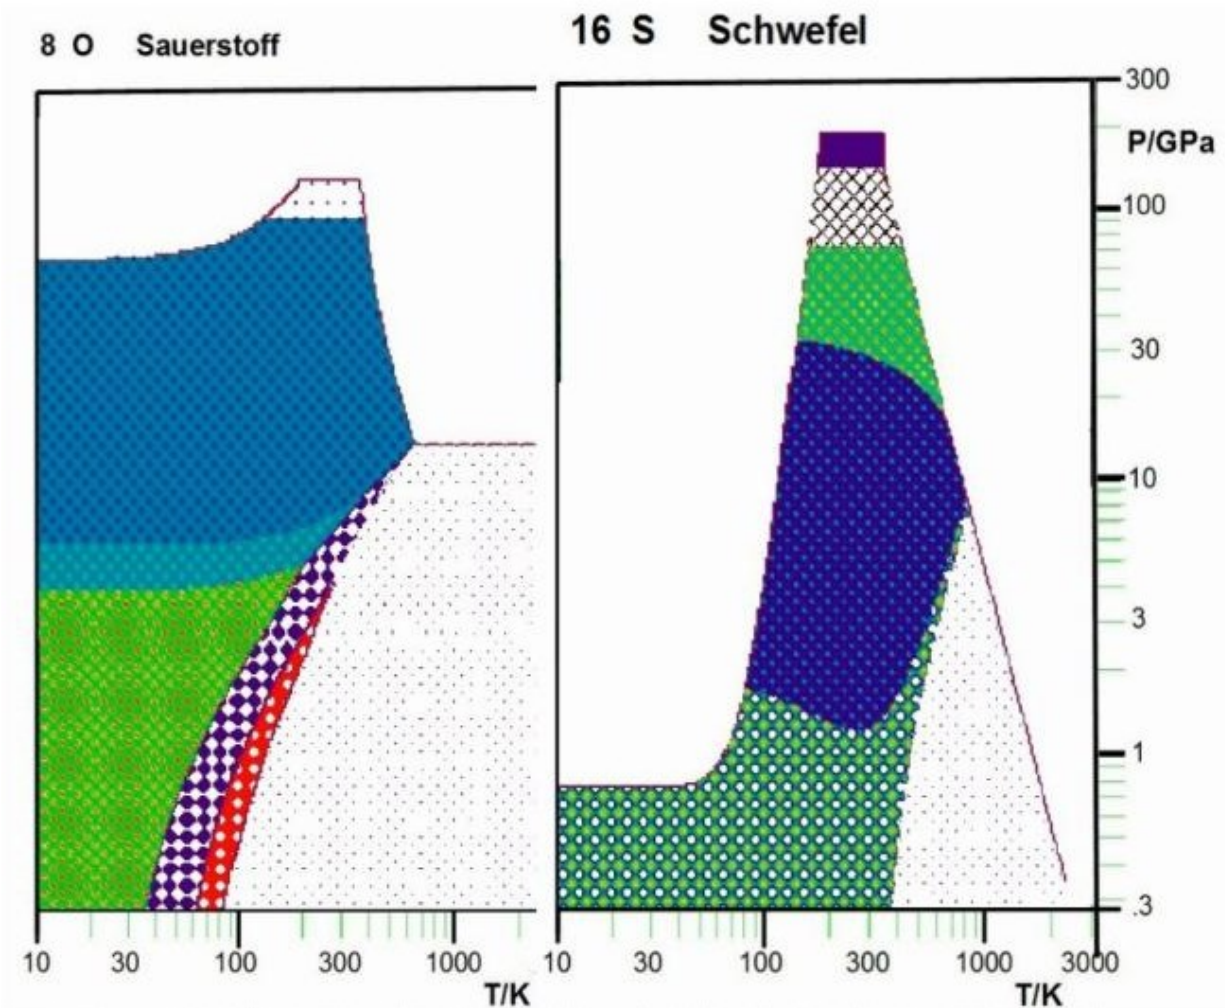

Abbildung 42: Siehst du hier Ähnlichkeiten zwischen Sauerstoff und Schwefel?
**Der Alchemist:** Sauerstoff (O) als lebenswichtiger Bestandteil der Luft ist zunächst genau so ein zweiatomiges Molekül wie Stickstoff und ähnlich bunt ist auch sein Phasendiagramm. Auch hier beginnt das Bild 42 bereits bei 0,3 GPa, damit die Bereiche der Niederdruckphasen deutlicher sichtbar werden. Die  $\alpha$  -  $\beta$  -  $\gamma$  - Phasenfolge, die in Bild 27 bei höherem Druck mit der  $\varepsilon$ -Phase ergänzt wurde, wird hier den neueren Ergebnissen entsprechend bei tiefen Temperaturen schon ab 4 GPa von der  $\delta$ -Phase unterbrochen. Die Kristallstrukturen dieser  $\alpha$ - $\beta$ - $\gamma$ - $\delta$ - $\varepsilon$ -Folge sind: mC4, hR2, cP16, oF8, mC16.